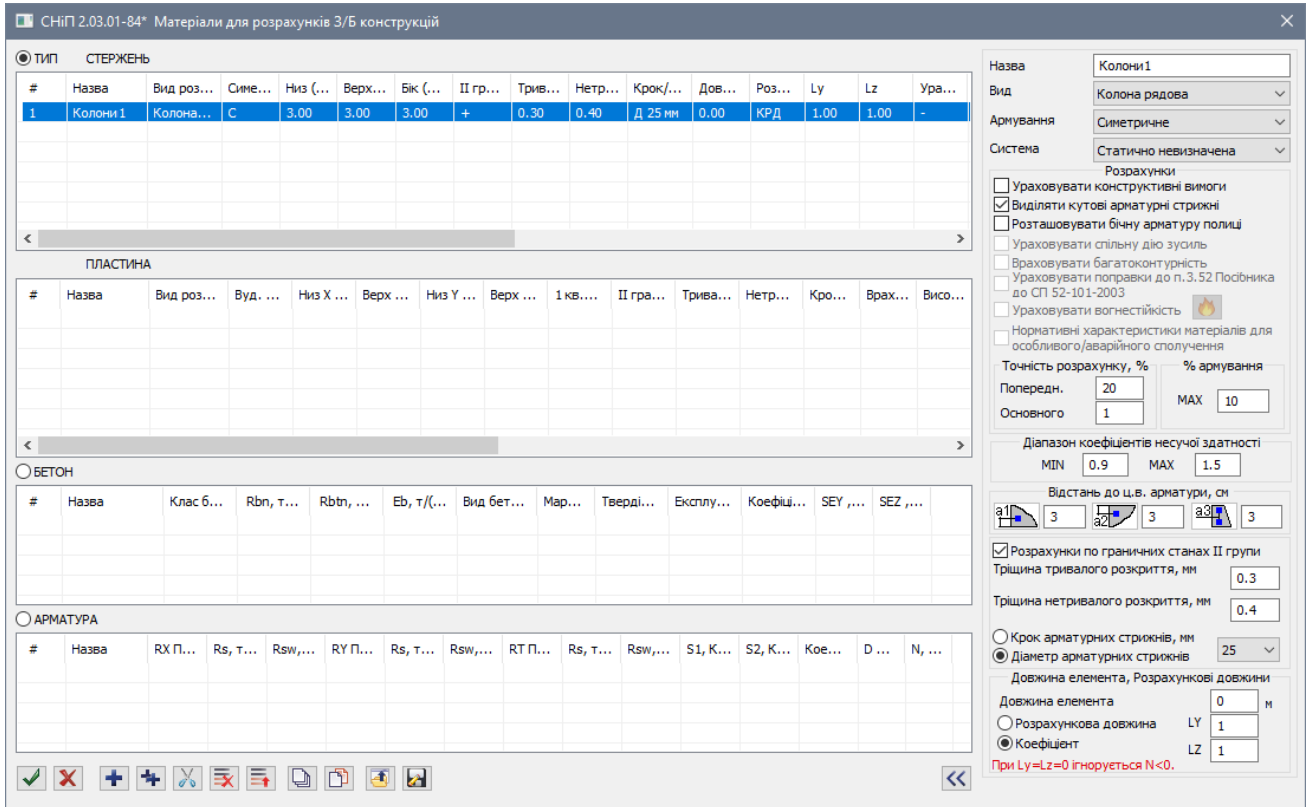

Рис. 21.8. Діалогове вікно **Матеріали для розрахунку З/Б конструкцій (для колон)**
- На екран виводиться діалогове вікно **Матеріали для розрахунку З/Б конструкцій** (рис. 21.8).